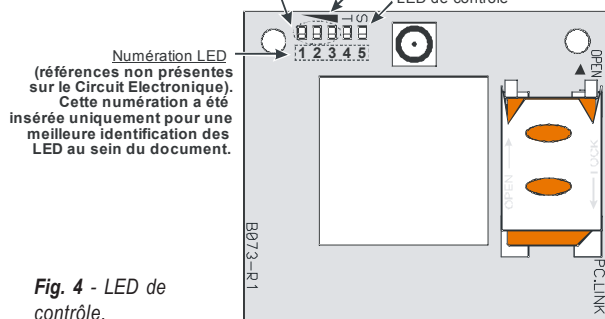

Fig. 4 - LED de contrôle.
Il y a 5 LED sur la fiche (voir Figure 4); trois vertes (L1, L2 et L3), une LED jaune (L4), une LED rouge (L5), qui signalent la connexion, la transmission, les conditions de disfonctionnement et, uniquement pour la série BGSM-120 (voir tableau 2), l'état du Transmetteur.
**VERTE** — Les trois LED vertes (L1, L2 et L3), signalent l'intensité du champ GSM et l'état (tableau 2), tel qu'illustré sur la Figure 4: La **première LED** (L1, à côté du trou de fixation) indique lorsqu'elle est **éteinte** que le Réseau GSM n'est PAS disponible. Si cette LED est le seul **allumée**, le niveau du signal GSM est bas mais suffisant pour effectuer les appels vocaux; La **seconde LED** (L2), indique lorsqu'elle est **allumée**, une bonne intensité de champ GSM: cette LED s'allume uniquement lorsque la première LED verte est allumée; La **troisième LED** (L3), indique lorsqu'elle est **allumée**, une excellente intensité de champ GSM: elle s'allume uniquement lorsque la première et la seconde LED sont allumées.